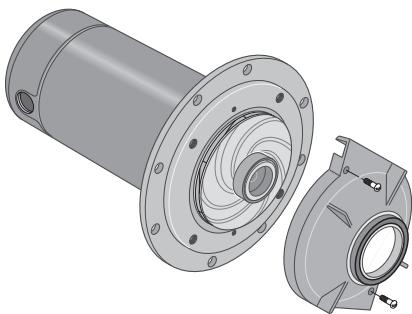

FIGURA 12 - RETIRE EL DIFUSOR
3. Retire el difusor (Figura 12). El impulsor expuesto ahora puede ser limpiado.